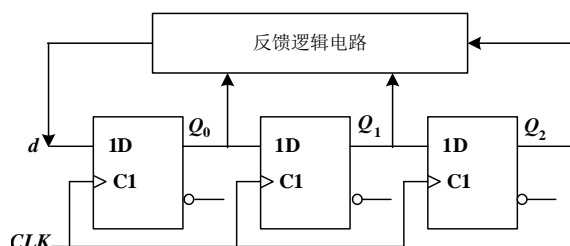

图 8(a)
八、(8分) 某移位寄存器型计数器如图 8(a)所示。已知该计数器的计数循环中并不包含所有的 8 个输出状态, 如果上电后计数器的初始状态位于计数循环之外, 该计数器能够实现自启动。该计数器在某 3 次不同的上电启动过程(用 A、B、C 标记)
(1) 请指出该计数器的进制数是多少;
(2) 在表 A、B、C 中将上述三次上电启动过程最初 10 个周期的计数器状态转换表补充完整;
(3) 画出计数器输出 $Q_2Q_1Q_0$ 的完整状态转换图;
(4) 在图 8(b)所示的电路的基础上, 用必要的逻辑门实现图 8(a)中的反馈逻辑电路, 使计数器实现上述功能。(注意不能改变其移位寄存器型计数器的属性, 即不能改动图 8(b)中的已有连接)